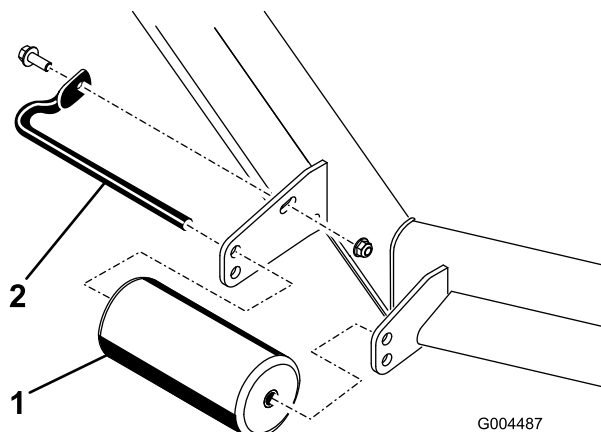
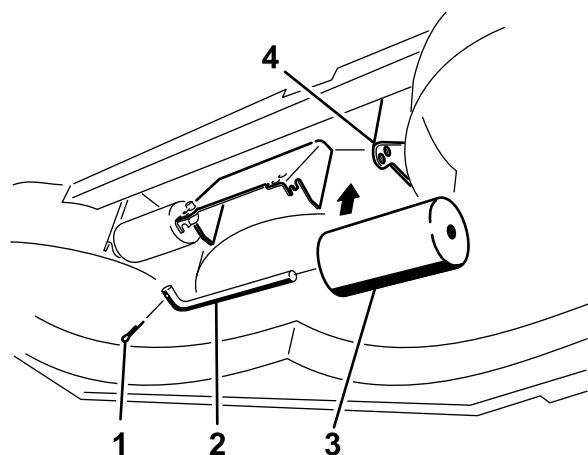

Figura 26
Figura 30
4. Retire los herrajes que fijan cada rodillo a la carcasa del cortacésped y mueva los rodillos hacia arriba o hacia abajo según sea necesario; consulte Figura 26 a Figura 30 según corresponda a su cortacésped.